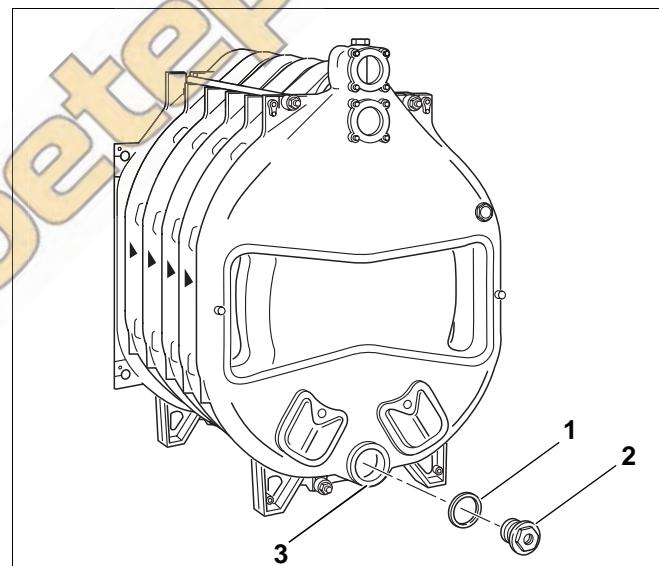

Рис. 21 Установка фланца
- Закрыть спереди и сзади нижнюю ступицу котла (рис. 21, **поз. 3**). Для этого установить на соответствующие ступицы котла уплотнения (рис. 21, **поз. 1**) и заглушки. Заглушка с резьбовым отверстием диаметром  $\frac{3}{4}$ " для наполнения и слива (рис. 21, **поз. 2**) устанавливается на задней стороне котла.